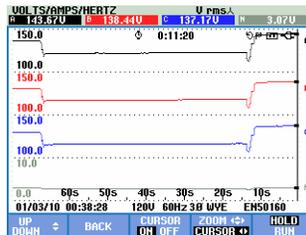

Figura 22-5. Pantalla de tendencia, cursor activado
- Utilice F2 y F3 para activar el cursor (sólo en el modo Hold). Utilice las teclas de flecha izquierda/derecha para desplazar el cursor en horizontal a lo largo de las tendencias. El valor de las tendencias en el cursor aparece en el encabezado de la pantalla como se muestra en la figura 22.5. Al situar el cursor en el extremo izquierdo o derecho de la pantalla, la tendencia se desplaza a la izquierda o la derecha.